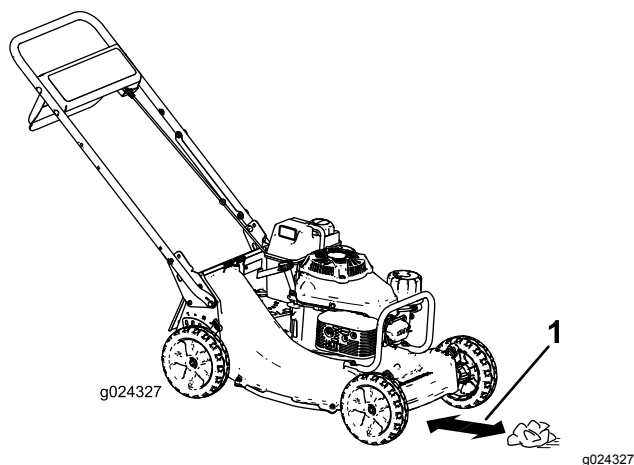

Рисунок 18
4. Положите газетный шарик на землю на расстоянии примерно 13 см перед машиной (Рисунок 18).